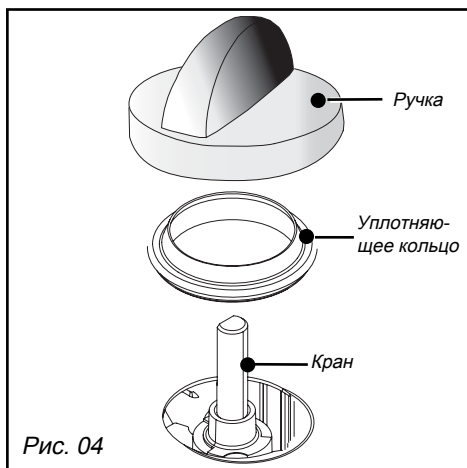

Рис. 04
• **Отрегулируйте малый газ в кранах:** они находятся под ручками (рис. 04).